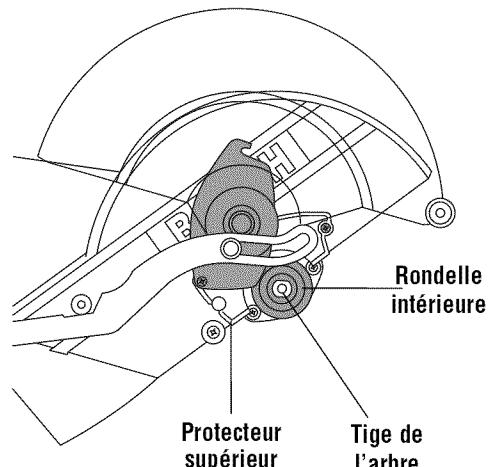

Figure 3. Pose de lame
- Pour installer une lame de 12 po, positionnez celle-ci entre les déflecteurs à copeaux et placez-la sur la tige de l'arbre puis sur l'épaule de 1 po dont est dotée la rondelle intérieure (Figure 3). **REMARQUE :** Assurez-vous que la flèche de rotation de la lame correspond à la flèche de rotation en sens horaire sur le protecteur inférieur.